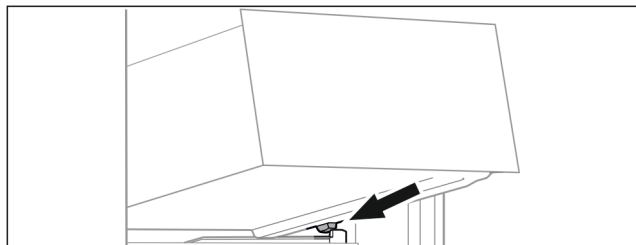

Fig. 72
- Coloque el cajón inclinado detrás de los topes sobre la nervadura para recipientes. (consulte Fig. 72)